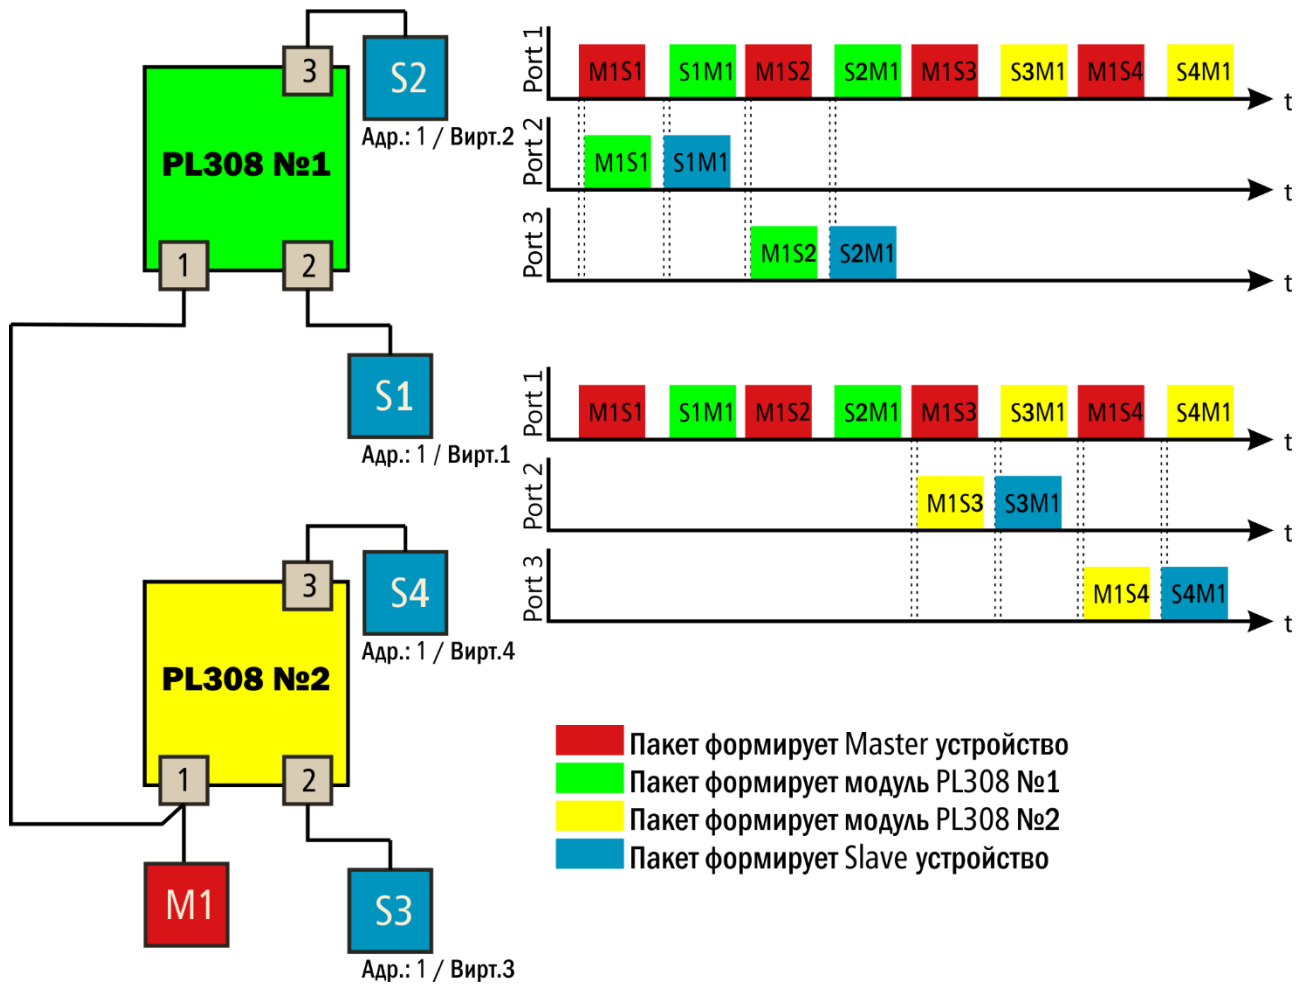

Рисунок 2.5
На рисунке ниже (Рисунок 2.5) приведена другая возможная рабочая ситуация. Два модуля PL308 подключены к одному Master-устройству. При этом четыре Slave устройства имеют одинаковые адреса (1). Чтобы Master-устройство имело возможность опрашивать все устройства в сети - каждому из них присвоен виртуальный адрес от 1 до 6 (см. подписи на рисунке).